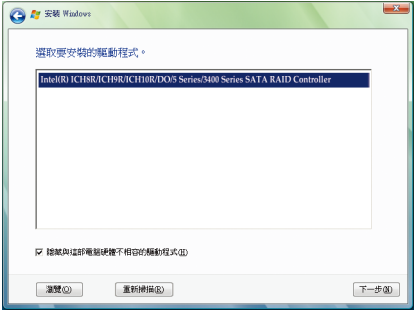

图6
当出现图6的画面后请选择「Intel(R) ICH8R/ICH9R/ICH10R/DO/5 Series/3400 Series SATA RAID Controller」驱动程序并按「下一步」。